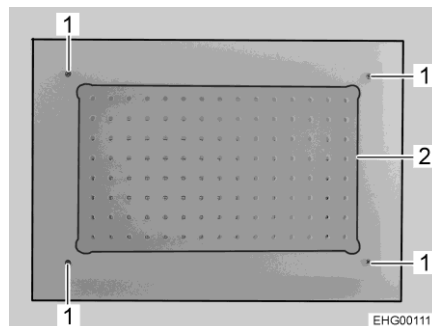

Bild 316 Taklampa
- Skruva ur 4 skruvar (Bild 316,1).
- Ta bort glasplattan (Bild 316,2) med fastmonterade lysdioder.
- Sätt på den nya glasplattan inklusive lysdioder och skruva i 4 skruvar (Bild 316,1).